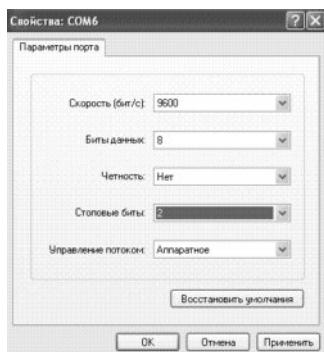

Рисунок 4 – Установка параметров связи программы Hyper Terminal
19.7 Далее установите параметры связи такие же, как и в меню конфигурации контроллера (меню «Параметры связи RS-485-1 (2, 3)»), рисунок 4, и нажмите кнопку «OK». Программа «Hyper Terminal» готова к работе.